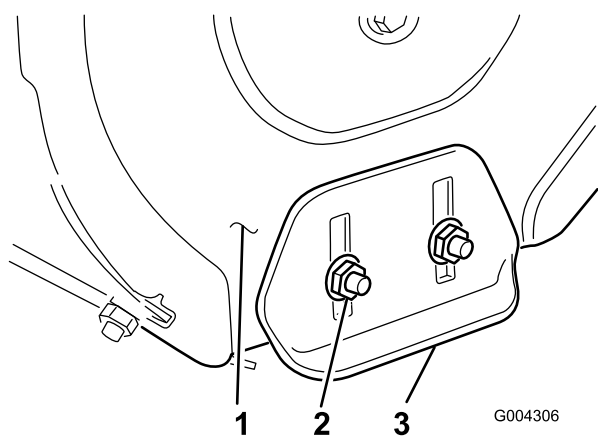

Figure 27
3. Desserrez les 4 écrous à embase qui fixent les deux patins aux côtés de la vis sans fin (Figure 27) jusqu'à ce que les patins puissent coulisser aisément vers le haut et vers le bas.
8. Serrez les 4 écrous à embase qui fixent les patins aux côtés de la vis sans fin (Figure 27).